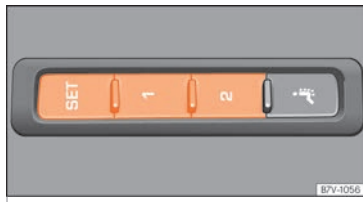

Abb. 161 Memorytasten außen am Fahrersitz.
- Taste **SET** länger als eine Sekunde drücken »» **Abb. 161**.